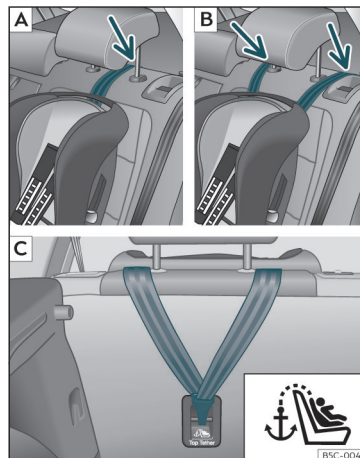
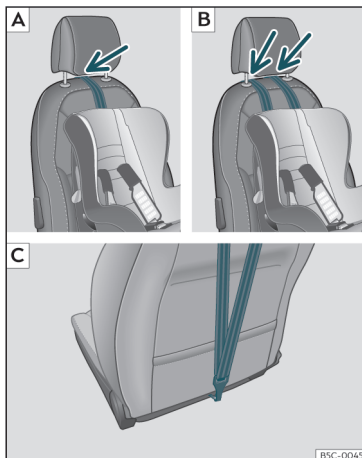

Fig. 33 Asientos traseros: ajuste y montaje en función del cinturón Top Tether.
Fig. 34 Asiento del acompañante: ajuste y montaje en función del cinturón Top Tether.
si fuera necesario) >>> **fig. 33 [A]/[B]**, >>> **fig. 34 [A]/[B]**.
- Deslice la correa y fíjela correctamente con el anclaje de la parte posterior del respaldo >>> **fig. 33 [C]**, >>> **fig. 34 [C]**.